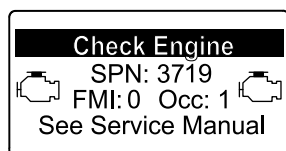

図 48
- リカバリ再生が必要になると、インフォセンターにエンジン警告 SPN 3719, FMI 16 (図 48) が表示され、エンジン出力が 85% にダウンします。